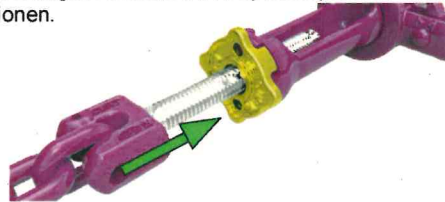

Bild 17:
8. Verschieben Sie nach dem Spannen die Sicherungsscheibe in Richtung Tragrohr. Die Sicherungsscheibe muss formschlüssig und leichtgängig in die **Kreuzkontur** am Tragrohr eingreifen (Bild 17).